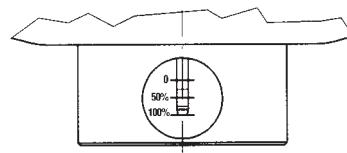

Fig. 26
- 3) Chiudere la valvola AR73 (2) in posizione 0.
- 10) Aprire la valvola AR73 in pos. 8.
- 12) Verificare che il monitor PM/819 si posiziona in completa apertura controllando la posizione dell'indicatore di corsa attraverso l'oblò (fig. 26).
- 12) Ascertain that the PM/819 monitor positions itself completely open, controlling the position of the stroke indicator through the port (fig. 26).
- 12) Am Schauglas der Hubanzeige (Fig. 26) prüfen, ob der Monitor PM/819 voll geöffnet hat.
- 3) Fermer la vanne AR73 (2) en position 0.
- 12) Vérifier que le monitor PM/819 est positionné en ouverture complète en contrôlant la position de l'indicateur de course à travers le hublot (Fig. 26).
- 3) Cerrar la válvula AR73 (2) hasta la posición 0.
- 12) Comprobar que el monitor PM/819 se posicione en completa apertura observando la posición del indicador de recorrido a través de la mirilla (fig. 26).
- 3) Fechar a válvula AR73 (2), na posição 0.
- 10) Abrir a válvula AR73, na pos. 8.
- 12) Verificar que o monitor PM/819 fica completamente aberto, controlando a posição do indicador de abertura através do visor (fig. 26).